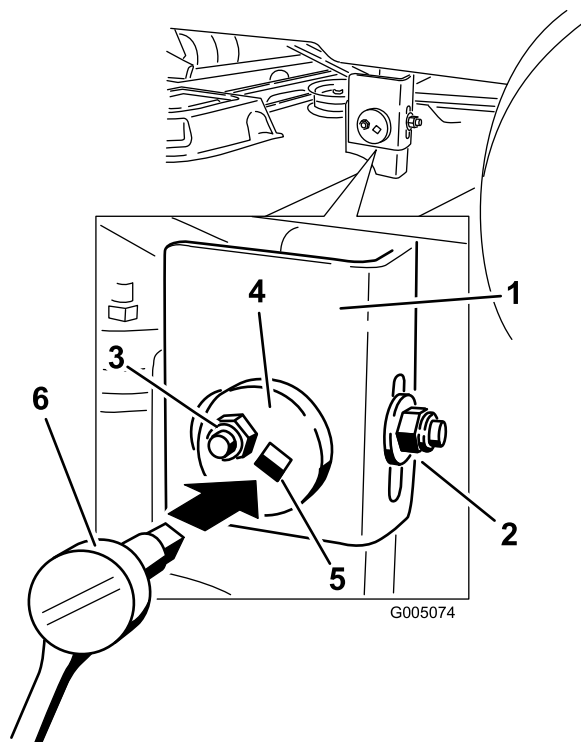

Figure 36
7. Passez au côté gauche de la machine. Desserrez sans le retirer, l'écrou de blocage arrière sur le support (Figure 36).
8. Desserrez l'écrou de blocage latéral sur le support jusqu'à ce qu'il soit possible d'ajuster la plaque excentrique (Figure 36).
9. Arrêtez le plateau de coupe et vérifiez sa hauteur, puis serrez l'écrou de blocage latéral sur le support pour fixer cette nouvelle position (Figure 36).